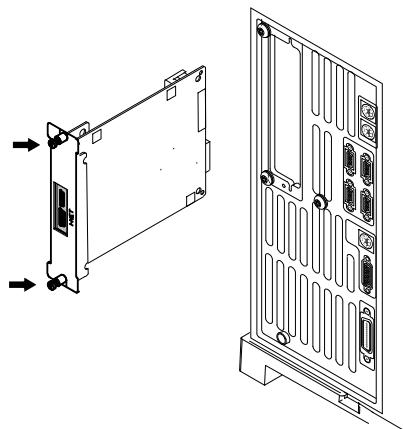

Figura 30 Rimozione della scheda LAN
- 8** Se è installata una scheda MIO (scheda LAN), allentare le due viti di montaggio ed estrarre la scheda dal GC (Figura 30).